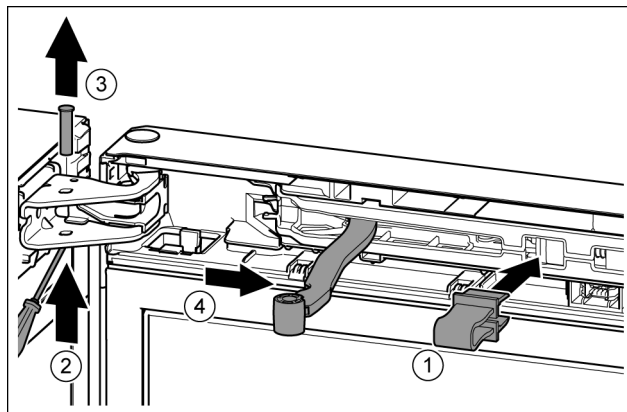

Fig. 10
- Encaje el seguro en la abertura. Fig. 10 (1)
- Extraiga el perno con el destornillador. Fig. 10 (2)
- Retire el perno hacia arriba. Fig. 10 (3)
- Gire la articulación en dirección de la puerta. Fig. 10 (4)